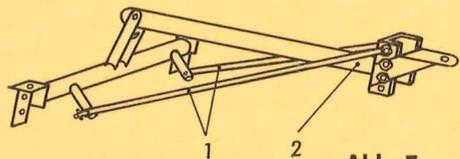

Abb. 7
Haben Sie als Grundtyp eine b) **Schlepper-Anbaumaschine** (K-Maschine), so sind als Sonderzubehör die Schlepperdeichsel (2) L 201-A 81 f und 2 Deichselstrebenelemente (1) LZ 200-C 823 erforderlich (siehe Abb. 7).